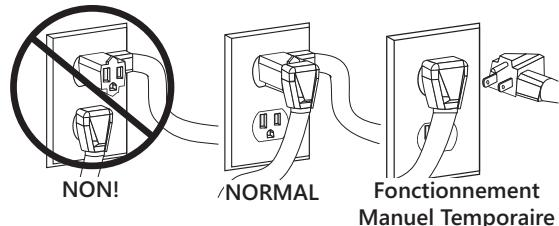

Figure 13. Installation de prises siamoises
**Tous les modèles Pro370 et de la série 380 à évacuation verticale** sont munis d'un flotteur en usine et l'interrupteur à flotteur est fixé sur le module QuickTree. Ces modèles sont munis de deux cordons : l'un relié à l'interrupteur à flotteur et l'autre au moteur de la pompe. Le cordon de l'interrupteur est muni d'un connecteur en série (siamois) permettant de brancher le cordon de la pompe (moteur) sur son dos (Figure 13). Ce système a pour but de permettre le fonctionnement manuel de la pompe.